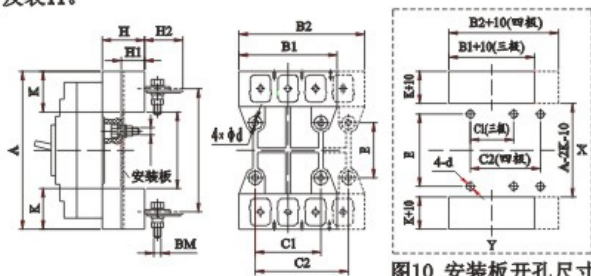
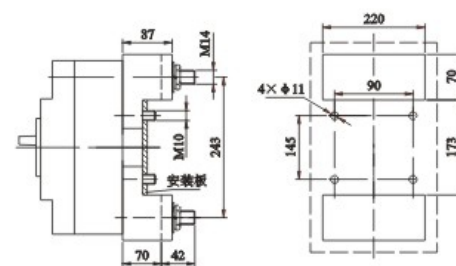

图10 安装板开孔尺寸
图11 NDM1-800三极插入式外形及安装板开孔图
6.4 NDM1系列插入式外形尺寸及安装板开孔尺寸见图10、图11及表11。